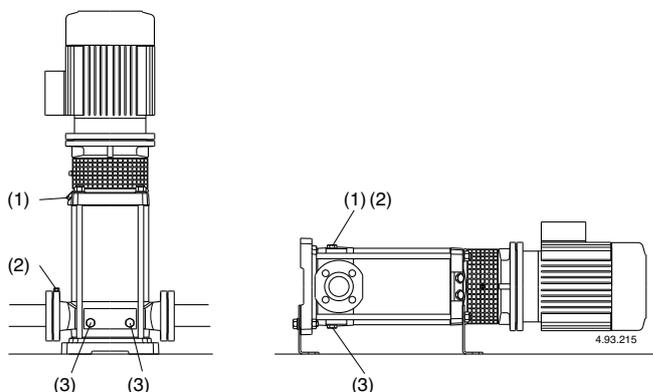

Abb. 3 (1) Auffüllung und Entlüftung:
Bei Installation der **Pumpe über dem Wasserspiegel** (Saugbetrieb, **Abb. 2A**) oder mit zur Öffnung des Rückschlagventils ungenügender Zulaufhöhe (weniger als 1 m) sind Saugleitung und Pumpe durch den Entlüftungsanschluß (1) zu füllen (**Abb. 3**)
(2) Entlüftung Saugleitung
(3) Entleerung
Wenn der **Wasserspiegel auf der Saugseite oberhalb der Pumpe** ist (Zulaufbetrieb, **Abb. 2B**) Absperrschieber in der Zulaufleitung langsam und vollständig öffnen um die Pumpe zu füllen. Dabei Schieber in der Druckleitung und die Entlüftungsöffnungen (1) (2) (**Abb. 3**) öffnen, damit die Luft entweichen kann.
Entlüftungsöffnungen (1) (2) schließen (**Abb. 3**).
Tritt ein Verlust der Wasserförderung (Unterbrechung des Förderflusses trotz offenen Absperrschiebers) bzw. eine vom Druckmößgerät angezeigte Druckschwankung auf, ist die Entlüftung der Saugseite (2) zu wiederholen, sind die Anschlüsse der Saugleitung auf Dichtheit zu überprüfen und sind der Entlüftungs- (2) und die Entleerungs-Verschlußschrauben (3) auf der Saugseite anzuziehen (**Abb. 3**).
Die Pumpe sollte wie im Fall von zeitweiser Förderung von verschmutzten Flüssigkeiten im Anschluß kurz mit sauberem Wasser durchgespült werden, um Ablagerungen zu beseitigen. Oder es ist nach der Entleerung eine Wäsche vorzunehmen, indem sauberes Wasser (wenigstens 40 Liter) in die Auffüllöffnung (1) Druckseite gegeben wird und aus der Entleerungsöffnung (3) Saugseite austritt (**Abb. 3**).
Wird die Pumpe nicht eingesetzt, so muß sie bei Frostgefahr vollständig entleert werden. Beide Verschlußschrauben (14.12) abnehmen (Pos. 3, **Abb. 3**).
Vor der Demontage die Absperrorgane in der Zulauf- bzw. Saug- und der Druckleitung schließen und das Pumpengehäuse entleeren (**Abb. 3**).